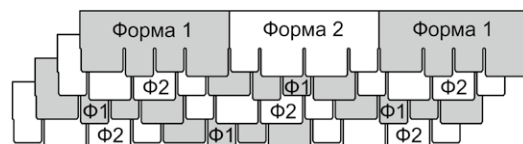

Рис. 21. Схема чередования гонтов гибкой черепицы Döcke PREMIUM коллекции «Саппоро».
8.2.5 Для создания гармоничного рисунка кровли гонты гибкой черепицы Döcke PREMIUM коллекции «Саппоро» при монтаже необходимо чередовать по указанной схеме (рис. 21):